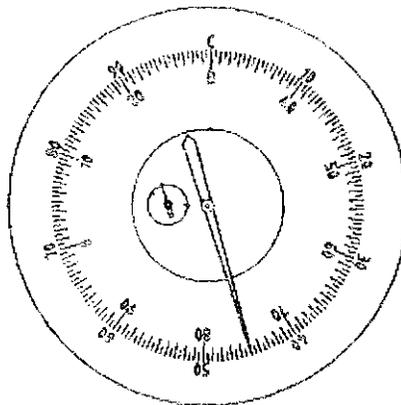

Рисунок 21
5) После того, как большая стрелка прекратит вращаться и остановится (Время испытания должно длиться от 2 до 6 секунд. Время испытания для образцов с высокой твердостью может быть укорочено, время для образцов с низкой твердостью должно быть дольше в основных случаях). Разгрузите прибор, потянув за ручку нагрузки **20** по направлению стрелки на корпусе прибора (2 - 3 секунды). Считайте значение твердости по шкале (большая стрелка) на циферблате индикатора. Для HRC и HRA шкал, считывание значений твердости производится по внешней черной шкале. Для HRB шкалы, считывание производится по красной внутренней шкале. При испытании по шкале HRC (алмазный индентер, нагрузка 1471Н), величина твердости 45HRC(см. рис.21) . При
HRA (алмазный индентер, нагрузка 588.4Н), величина твердости 45HRA (см. рис.21), При HRB (шарик диаметром 1.5875 мм, нагрузка 980.7Н), величина твердости 75HRB (см.рис. 21)